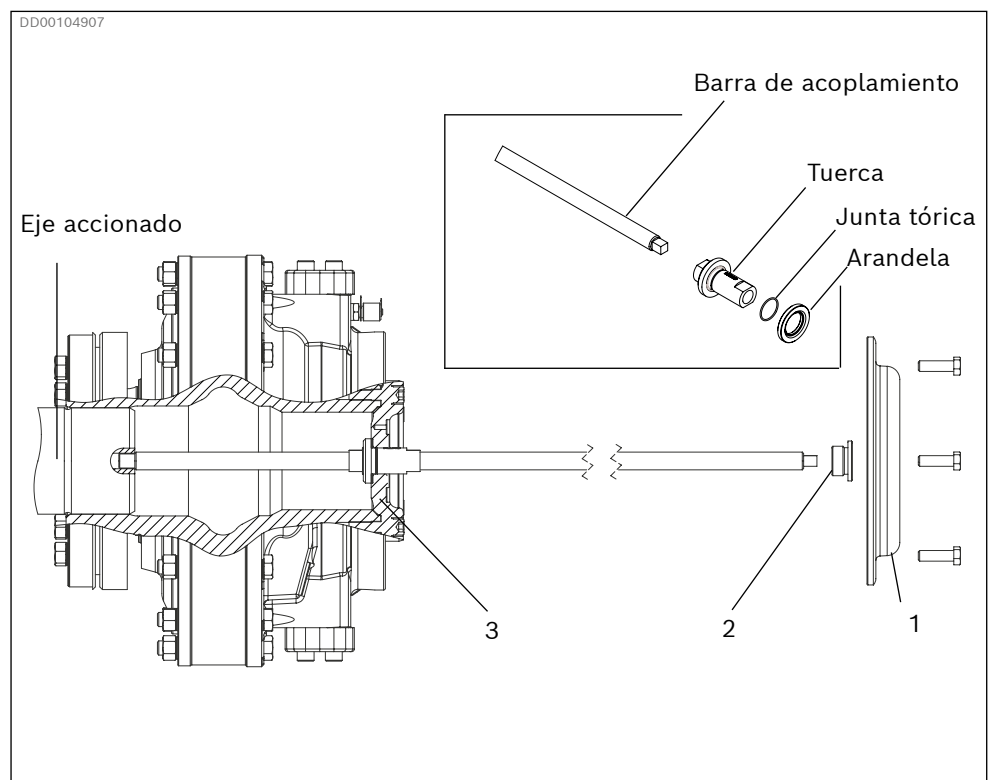

Fig. 59: Extracción del motor de acoplamiento CA
2. Retire la cubierta del extremo (1) junto con sus tornillos y arandelas.
4. Retire el retenedor de rodamiento (3).
5. Instale la herramienta de montaje con la tuerca conforme a Fig. 59. Atorníllela en el eje accionado usando una llave inglesa en la manilla de la herramienta de montaje.
6. Vuelva a colocar el retenedor de rodamiento (3) en el motor.